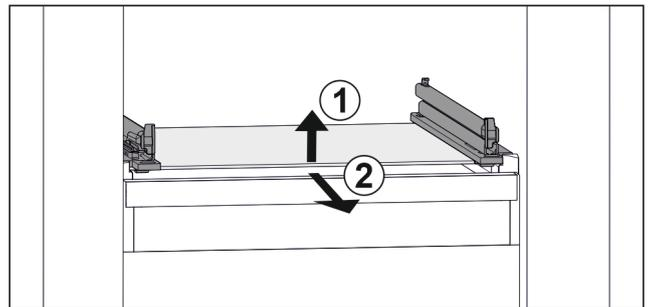

Fig. 123 玻璃隔板例图
- ▶ 抬起玻璃隔板前部。 Fig. 123 (1)
- ▶ 向前取出玻璃隔板。 Fig. 123 (2)